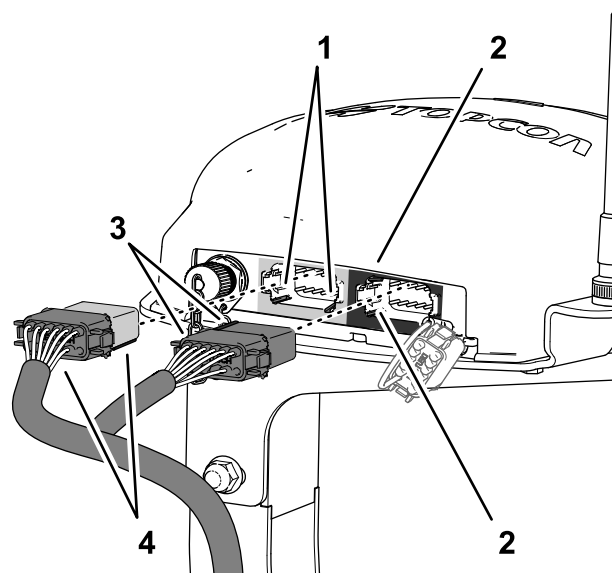

Figure 200
3. Placez les 2 détrompeurs situés sur la face longue du connecteur à 12 douilles gris et noir du faisceau de donnée en face des 2 rainures dans la paroi horizontale inférieure du connecteur à 12 broches gauche (gris) du récepteur de navigation (Figure 200).
4. Branchez le connecteur à 12 douilles gris et noir du faisceau de données au connecteur à 12 broches gauche (gris) du récepteur de navigation jusqu'à ce que les connecteurs s'enclenchent solidement (Figure 200).
5. Placez les 2 détrompeurs situés sur le côté court du connecteur à 12 douilles noir du faisceau de donnée en face des 2 rainures dans la paroi verticale gauche du connecteur à 12 broches droit (noir) du récepteur de navigation (Figure 200).
6. Branchez le connecteur à 12 douilles noir seulement du faisceau de données au connecteur à 12 broches gauche (noir) du récepteur de navigation jusqu'à ce que les connecteurs s'enclenchent solidement (Figure 200).